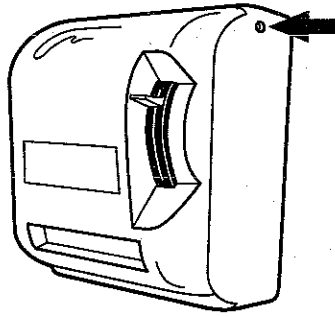

Figure 4
1. Insérez l'extrémité carrée de la clé dans l'ouverture carrée qui se trouve sur le côté droit supérieur de la boîte distributrice (Figure 4).